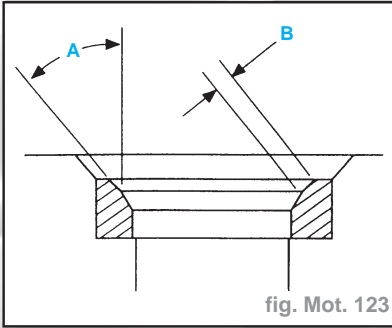

fig. Mot. 123
- Positionner la fraise sur le siège de soupape et atteindre une usure de matière minimale en appliquant une légère pression (fig. Mot. 123).